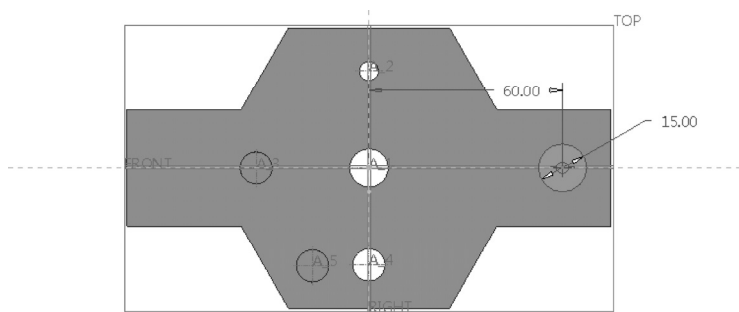

图 5-17 编辑复制特征的截面
7) 移动鼠标光标, 选择截面的放置位置, 并修改相关的尺寸, 如图 5-17 所示。单击 (确定) 按钮。